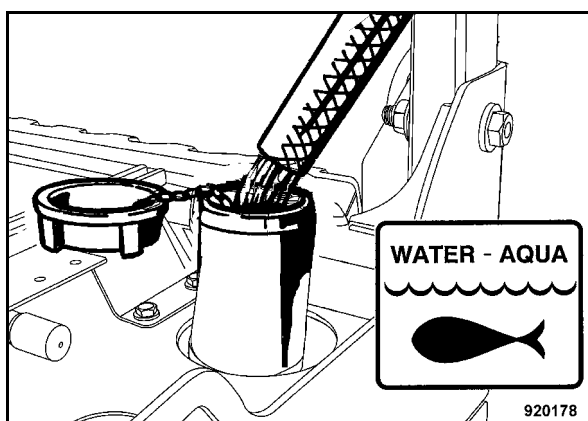

Fig. 96
- Abrir la tapa (Fig. 96) y completar el nivel de agua.